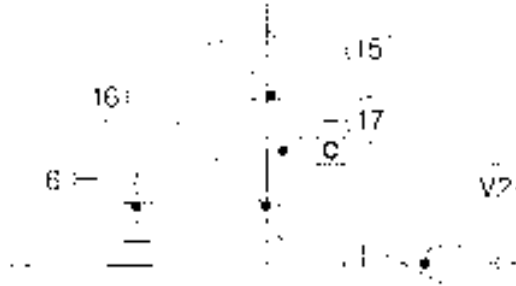

Fig. 6
3.1.2 INSTALLAZIONE CON VALVOLA DI INTERCETTAZIONE (FIG. 6)